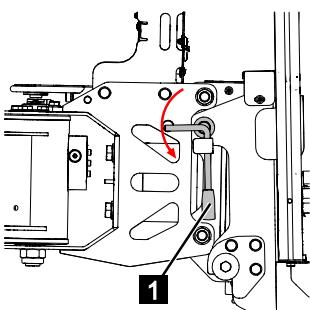

Abb. 158
4. Verriegelungsbolzen (Abb.158/1) um 90° gegen den Uhrzeigersinn drehen, bis er einrastet.